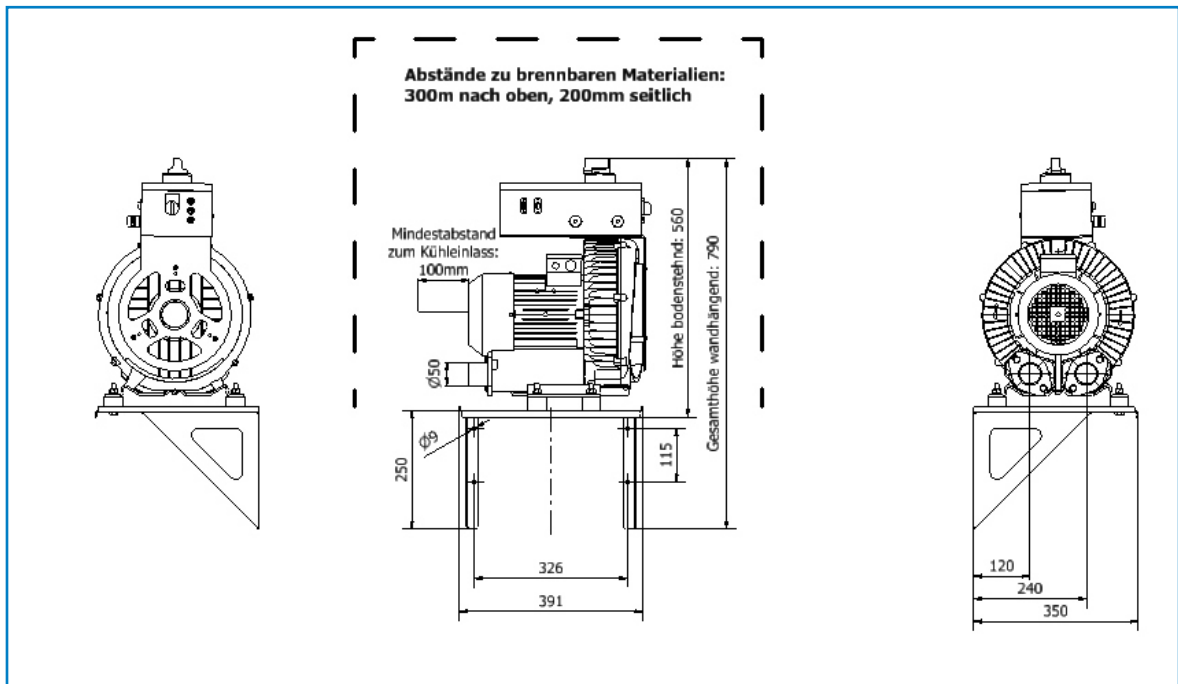

Abb. 6: Abmessungen Saugmaschine
- Beachten Sie die Mindestabstände der Saugmaschine zu brennbaren Materialien gemäß „Abb. 6: Abmessungen Saugmaschine“ auf Seite 29.